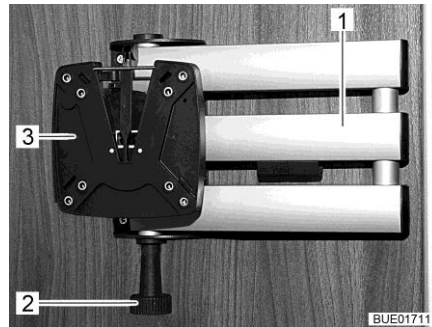

Fig. 89 Support à bras articulé
- Tirer sur le bouton de déverrouillage (Fig. 89,2). Le bras articulé (Fig. 89,1) est déverrouillé.
- Faire retourner l'écran plat dans sa position initiale jusqu'à ce que le support (Fig. 89,3) s'enclenche de manière audible dans le dispositif de verrouillage.